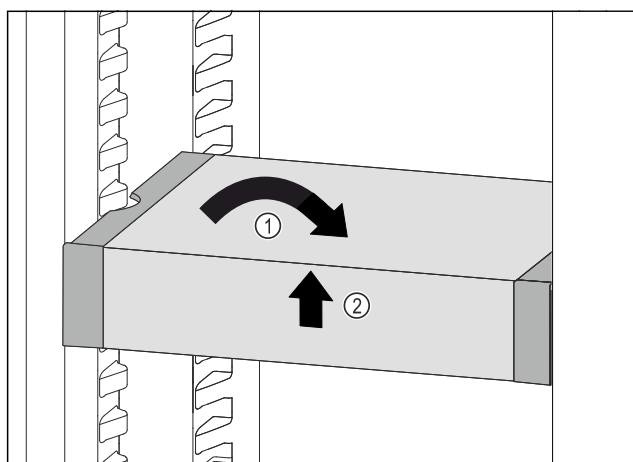

Fig. 88
- Poziționați drept VarioSafe. Fig. 88 (1)
- Ridicați în față VarioSafe. Fig. 88 (2)